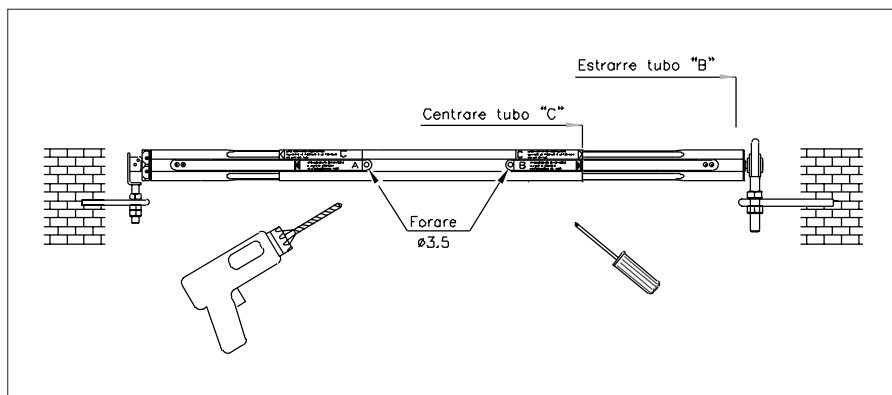

Fig. 5.3
- Nel caso si siano utilizzati i tubi "A", "B" e "C" (3° Caso), centrare quest'ultimo ed eseguire n. 2 fori passanti con una punta per ferro da 3.5 mm nei punti indicati e montare le due viti in dotazione, vedi fig. 5.3.